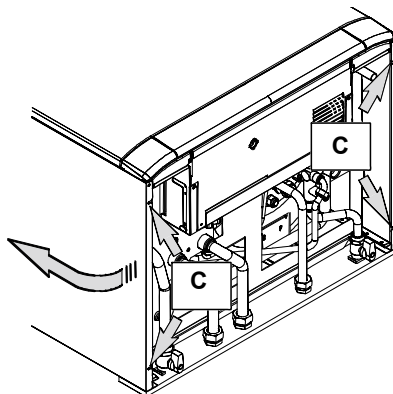

Figura 9.2
- Allentare la viti C in Figura 9.2 e togliere i due pannelli laterali spingendoli verso l'alto in modo da liberarli dai ganci superiori.